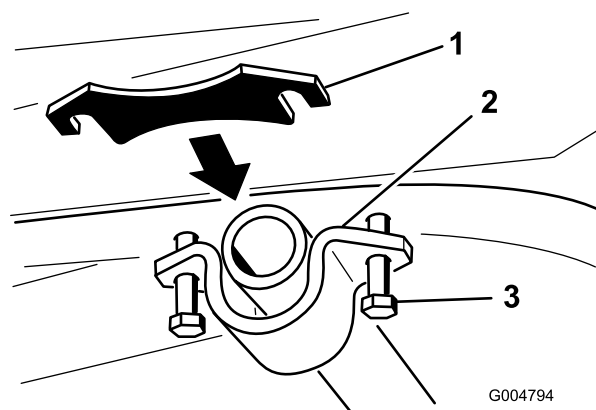

図 21
6. 必要なシムを図 21 のように組み付ける。ピボット・チューブ・ブラケットを固定しているボルトをゆるめると、フレームとピボット・チューブ・ブラケットの間にすき間をつくることができる。シムを取り付けたら、必要なすべての締め付けを行う。